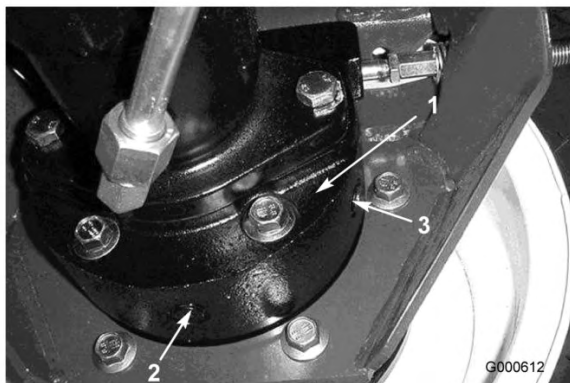

図 46
3. ホイールの反対側のブレーキ・ハウジング (図 46) の下にも容器を置く。